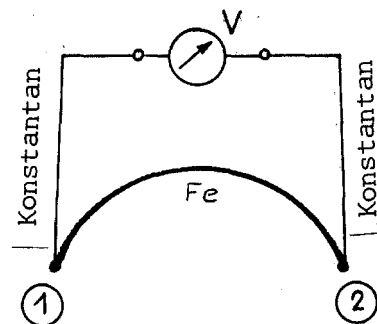

Abb. 2.6: Messprinzip eines Thermoelementes
Lötet man an die Enden eines Metalldrahtes (z.B. Fe) zwei Drahtstücke aus einem anderen Metall (z.B. Konstantan) und schließt die beiden freien Enden der Konstantandrähte an ein Voltmeter an, so zeigt dieses eine elektrische Spannung an, wenn die beiden Lötstellen (1) und (2) verschiedene Temperaturen haben (siehe Abb. 2.6). Man nennt diese Spannung **Thermospannung** und den im Leiterkreis fließenden Strom **Thermostrom**.